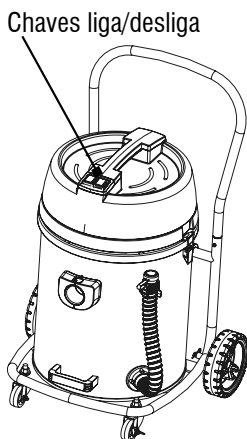

Fig. 17 – Ligar/desligar o aspirador de pó
2. O Aspirador APV 2475 possui dois motores com duas chaves liga/desliga separadas, desta forma o operador pode utilizar apenas um motor ou para aplicações onde se faz necessária uma maior força de sucção pode utilizar os dois motores, conforme mostra a Fig. 17.